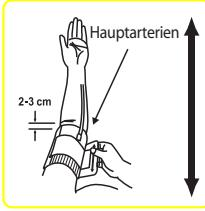

Abb. 3
3. Schieben Sie Ihren Arm durch die Manschettenschlaufe. Das untere Ende der Manschette sollte ungefähr 2-3 cm über dem Ellbogen liegen. Der Schlauch sollte sich über der Armschlagader auf der Innenseite des Arms befinden (Abb. 3).